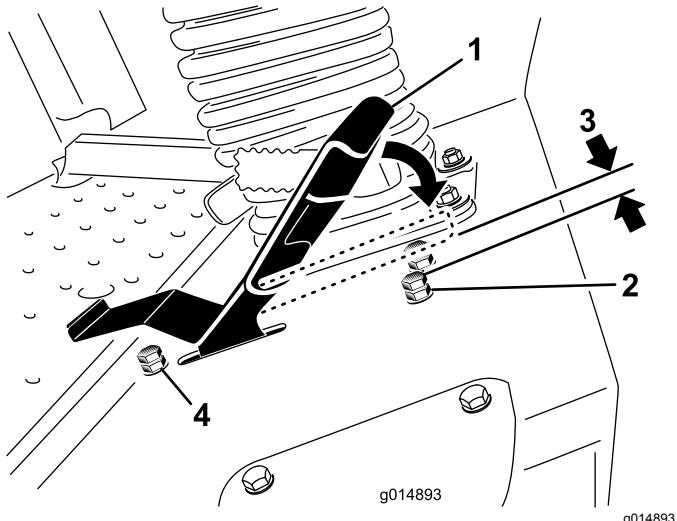

図 47
- 走行ペダルのストップボルトについているジャムナットをゆるめる(図 47)。